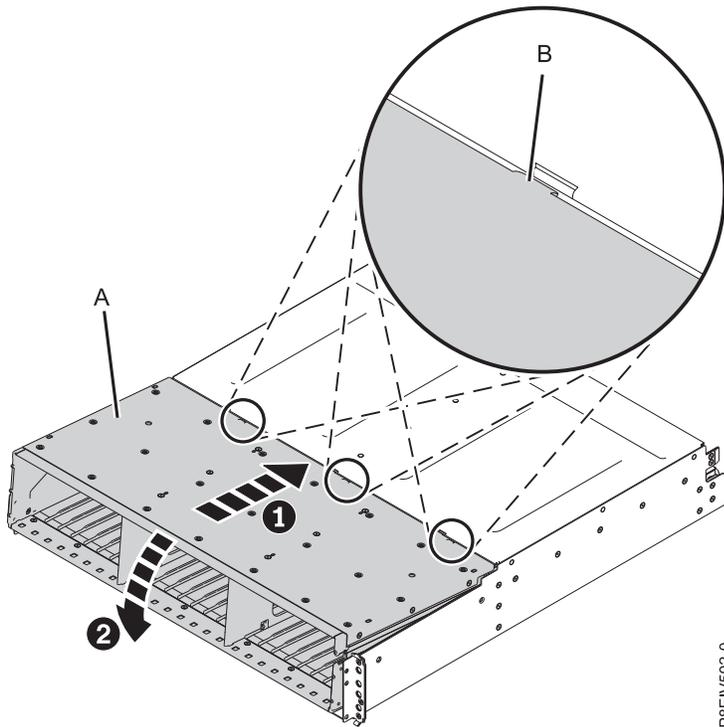

Figure 3. Installation du bloc carte médiane
- a. Tenez le bloc carte médiane (**A**) des deux mains avec un angle de 20 degrés, comme illustré figure 3, à la page 7.